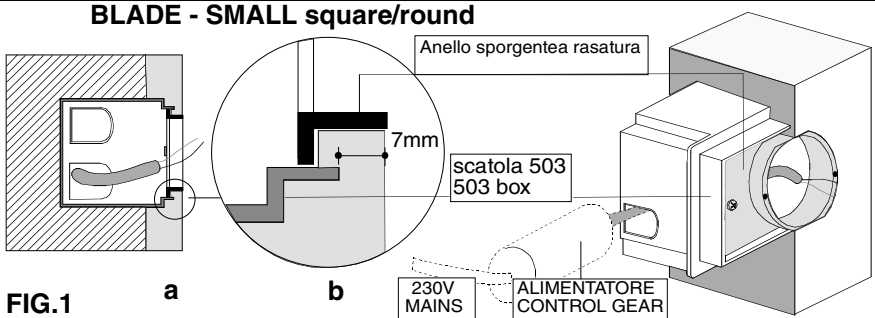

FIG.1
- Immurare la scatola elettrica tipo 503 in dotazione e inserire il cavo di alimentazione proveniente dall'alimentatore (REMOTO) non in dotazione. FIG.1
N.B. Per versioni SQUARE/ROUND: se si usa la scatola in dotazione la rasatura deve essere a filo dell'anello sporgente. FIG.1. Se si usano scatole di serie vanno rasate a 7mm. FIG.1b
- Wall the included electrical box type 503 and insert the main cable coming from the remote driver (not supplied). FIG.1
NB: For SQUARE / ROUND versions: If you use the supplied box the wall finishing has to be done till the external ring. FIG.1 If you use standard boxes the levelling has to be done to 7mm. FIG.1b
- Murer la boîte électrique type 503 fournie et branchez le câble de réseau provenant de l'alimentation déportée non fournie. FIG.1
NB: pour les versions SQUARE / RONDE: si vous utilisez la boîte fournie on doit mettre au même niveau que l'anneau extérieur. FIG.1. Si vous utilisez des boîtes standard on doit niveler à 7mm. FIG.1b
- instalar la caja eléctrica 503 y inserte el cable de alimentación del alimentador (REMOTO) no incluido. FIG.1
NB: Por versión CUADRADO: Tenga en cuenta que si utiliza la caja el acabado de la pared tiene que ser hecho hasta el anillo exterior. FIG.1. Si utiliza cajas, el acabado de la pared tiene que ser 7mm. FIG.1b